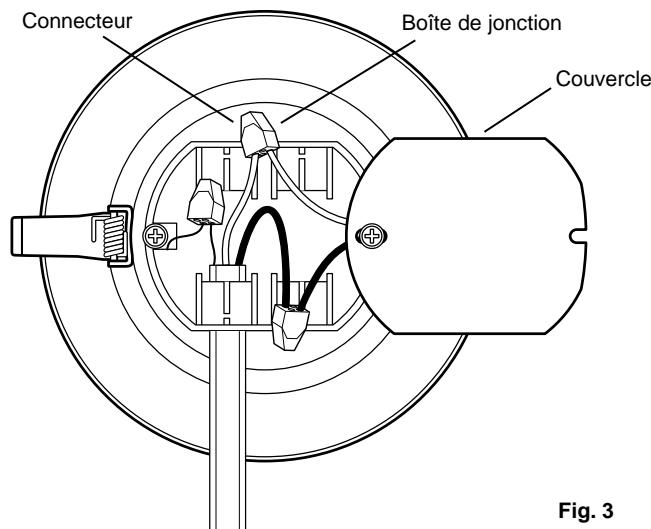

Fig. 3
4. Ouvrez le couvercle de la boîte de jonction. Insérez une longueur d'environ 5 à 6 po (12,7 à 15,24 cm) du câble NM dans la boîte de jonction en la faisant passer par la fente d'un des protecteurs de cordon. (Fig. 3)
5. Enlevez une longueur d'au moins 3 po (7,62 cm) de la gaine extérieure du câble et retirez le film de plastique ou le papier. Dénudez l'extrémité de tous les fils d'alimentation sur une longueur d'environ 3/8 po (9,5 mm). À l'aide des connecteurs de câble, effectuez les connexions électriques suivantes dans la boîte de jonction (Fig. 3) :